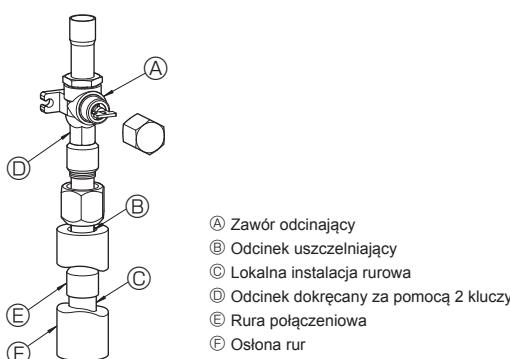

Fig. 4-3
- W celu podłączenia rur po stronie gazowej należy zastosować poniższą procedurę. (Fig. 4-3)